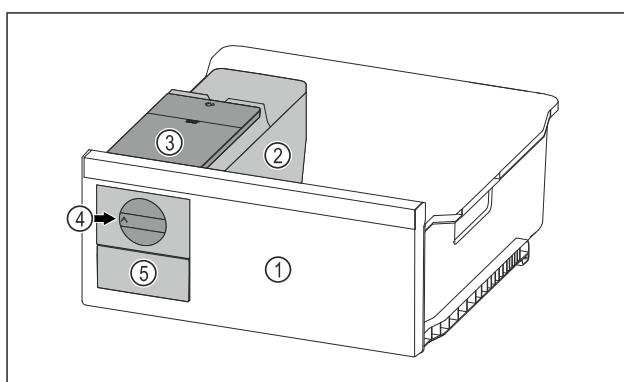

Fig. 84 Примерно изображение
- Завъртете въртящото се копче Fig. 84 (4) по часовниковата стрелка до упор.
- Ледените кубчета падат от формата за ледени кубчета в чекмеджето за ледени кубчета Fig. 84 (5).